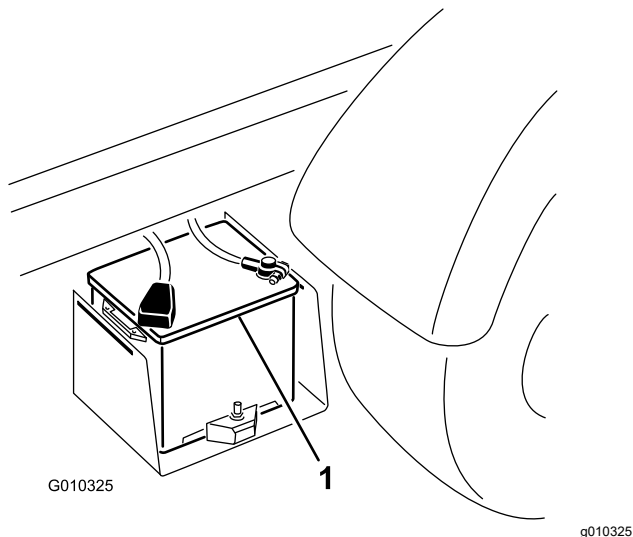

Figura 42
2. Collegare un cavetto portatile tra i poli positivi delle due batterie (Figura 42).